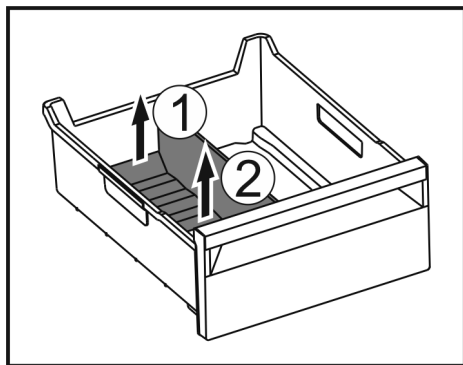

Fig. 54
- Приподнимите заднюю часть разделителя отделения для льда. Fig. 54 (1)
- Извлеките разделитель отделения для льда движением вверх. Fig. 54 (2)